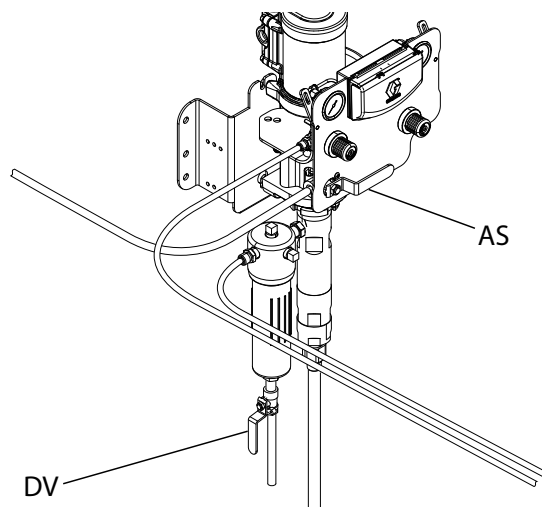

図 19. 供給ポンプの液体および空気遮断弁
2. 空気供給バルブ (AS) をオフにし、すべての供給ポンプから液体供給ドレインバルブ (DV) を抜き、すべての色、触媒、および溶剤の液体供給ポンプをシャットダウンします。図 19 は例として示されていますが、実際の供給ポンプの配置は異なる場合があります。